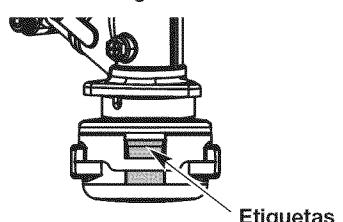

Fig. 18
- Oprima fuertemente las orejetas que se encuentran a cada lado del cabezal de corte. (Fig. 18)